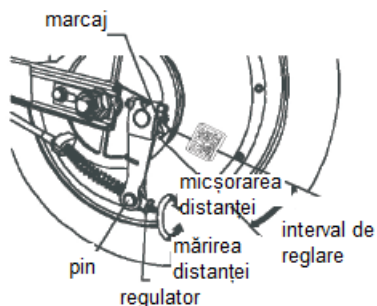

Figura 3-3
(2) Reglarea spațiului liber dintre frânele spate este așa cum se arată în figura 3-3. Dacă frâna nu este flexibilă sau dacă cablul de frână este prea strâns, se va regla piulița de pe regulator în conformitate cu metoda de reglare "micșorarea distanței" și "mărirea distanței" prezentată în figură.